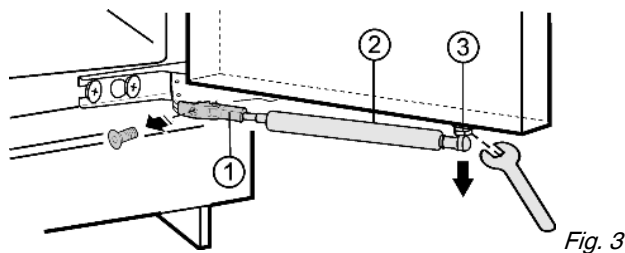

Fig. 3
- ▶ Desaparafusar o suporte Fig. 3 (1).
- ▶ Desaparafusar o eixo esférico Fig. 3 (3) juntamente com o amortecedor de fecho Fig. 3 (2) da porta, e colocar de lado.